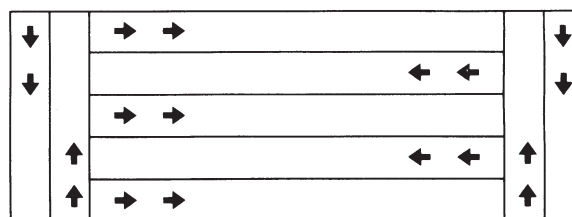

FIGURE 25
4. Pour faciliter au mieux l'application, appliquer d'abord le matériau aux deux extrémités de la zone. Deux ou trois passes de chaque côté sont suffisantes. Ensuite, appliquer le matériau en mouvement de va-et-vient comme indiqué. Utiliser les zones d'extrémité pour tourner, en arrêtant la répandeuse lorsqu'on entre dans les zones d'extrémité et en la remettant en marche lorsqu'on en sort pour effectuer la passe suivante. Voir la figure 25.